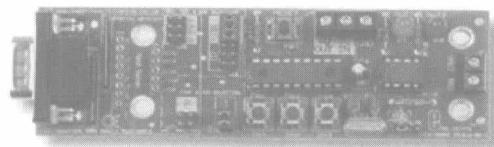

图 2.1-3 FlowCodeCAN BUS 接口板
(2) FlowCodeCAN BUS 接口板如图 2.1-3 所示。